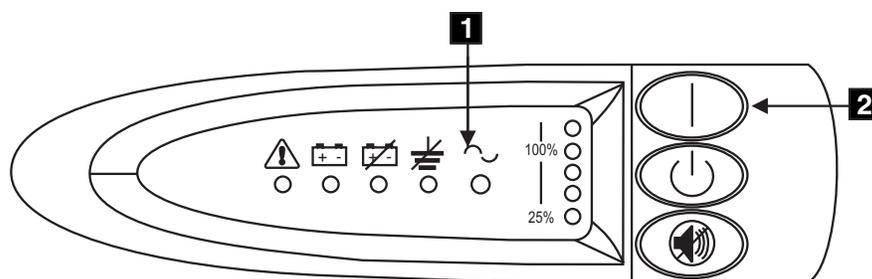

図 21. 無停電電源装置 5125 の電源スイッチとインディケータ
10. UPS 5125 が自己診断テストを行っている間、すべてのフロント・パネル・インディケーターが、短時間明滅する。テストが完了すると、モード・インディケーター **1** が明滅して、UPS 5125 が待機モードになったことを示します。51 ページの図 21 を参照してください。
UPS 5125 からピープ音が聞こえるまで (約 1 秒)、UPS 5125 のオン・ボタン **2** を押したままにします。モード・インディケーターが明滅を停止し、負荷レベル・インディケーターが、UPS 5125 によって提供される負荷の % を表示します。これで、UPS 5125 は通常モードになり、バッテリーの充電を行います。51 ページの図 21 を参照してください。